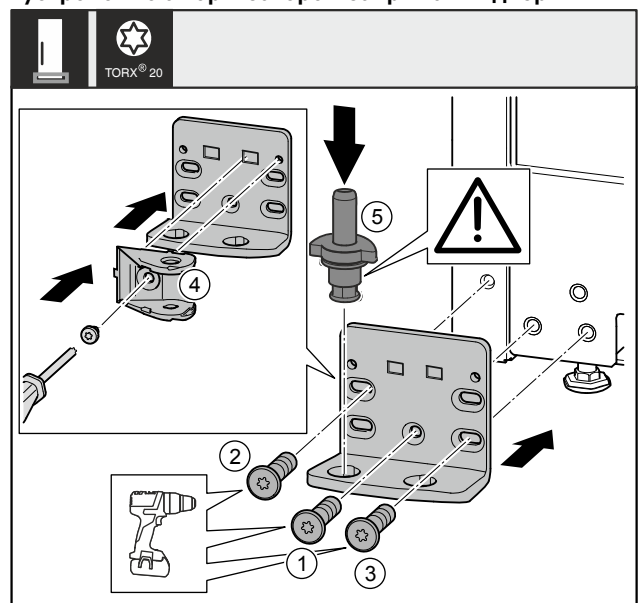

Fig. 38
- ▶ Установите опорный кронштейн с другой стороны и прикрутите с помощью отвертки. Начинайте с винта *Fig. 38 (1)* снизу в центре.
- ▶ Затяните винт *Fig. 38 (2)* и винт *Fig. 38 (3)*.
- ▶ Поверните соединительный элемент амортизатора закрывания дверей *Fig. 38 (4)* на 180°. Прикрутите с другой стороны опорного кронштейна с помощью отвертки.
- ▶ Снова установите опорный палец *Fig. 38 (5)* в сборе. При этом проследите за тем, чтобы выступ фиксатора был направлен назад.